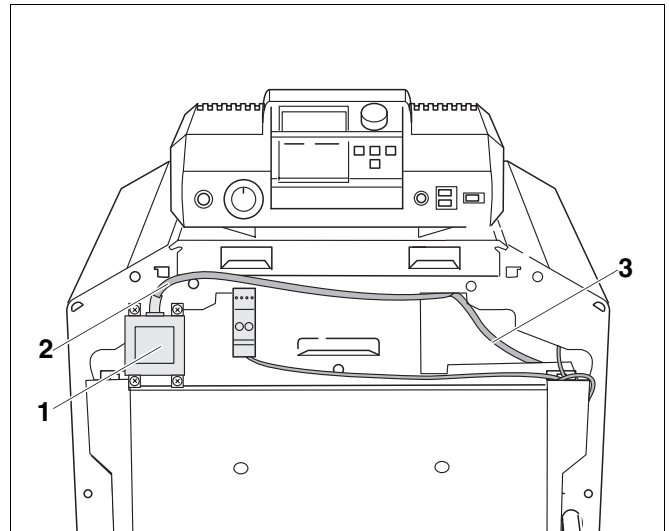

Abb. 17 Trenntrafo montieren
- Trenntrafo (Abb. 17, **Pos. 1**) mit den mitgelieferten Schrauben montieren.
- Kabel des Trenntrafos (Abb. 17, **Pos. 2**) und des Brennerkabels (Abb. 17, **Pos. 3**) zum Regelgerät führen.